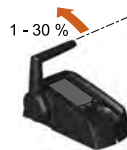

Fig. 72: Intervalo 1 - 30%
4. Coloque a alavanca do acelerador no intervalo, **consultar "Fig. 72: Intervalo 1 - 30%"**.